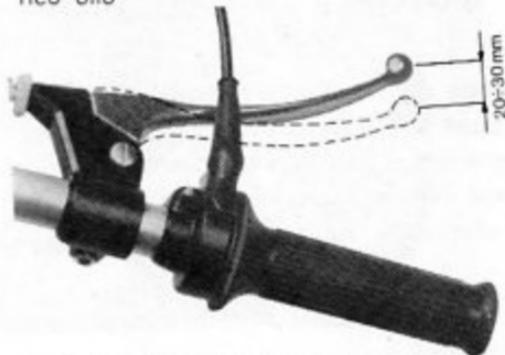

Fig. 19 - Leva freno anteriore
- Dopo aver stabilito il normale gioco, corrispondente a 20÷30 m/m (vedi Fig. 19) bloccare la ghiera 2 e rimontare la copertina di protezione.